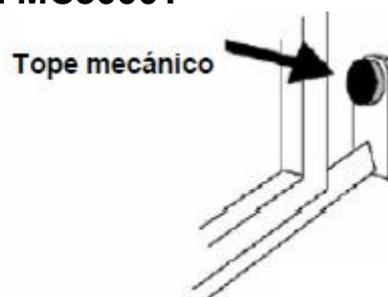
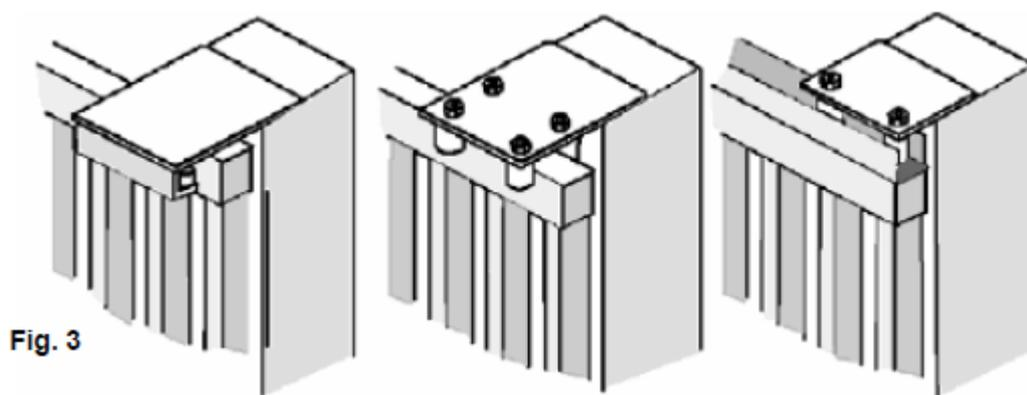

Fig. 2
Fig. 3
1. Antes de proceder a la fijación de la cremallera, verificar que la guía de desplazamiento del porton (**Fig. 1**) no presente malformaciones, que se encuentre perfectamente nivelada y que el tope mecanico en apertura este presente (**Fig. 2**), para evitar que el porton salga de las guia superiores (**Fig. 3**).
- Verificar que la guía de desplazamiento superior (**Fig. 3**) esta fijada de forma firme y que el porton se desplace libremente.
Posicionar el motorreductor y fijarlo con los pernos suministrados (Fig. 2)
Fijar firmemente la cremallera en el porton, dejando una distancia de 2 a 3 mm desde el piñon del motor y el diente de la cremallera. (Fig. 3)